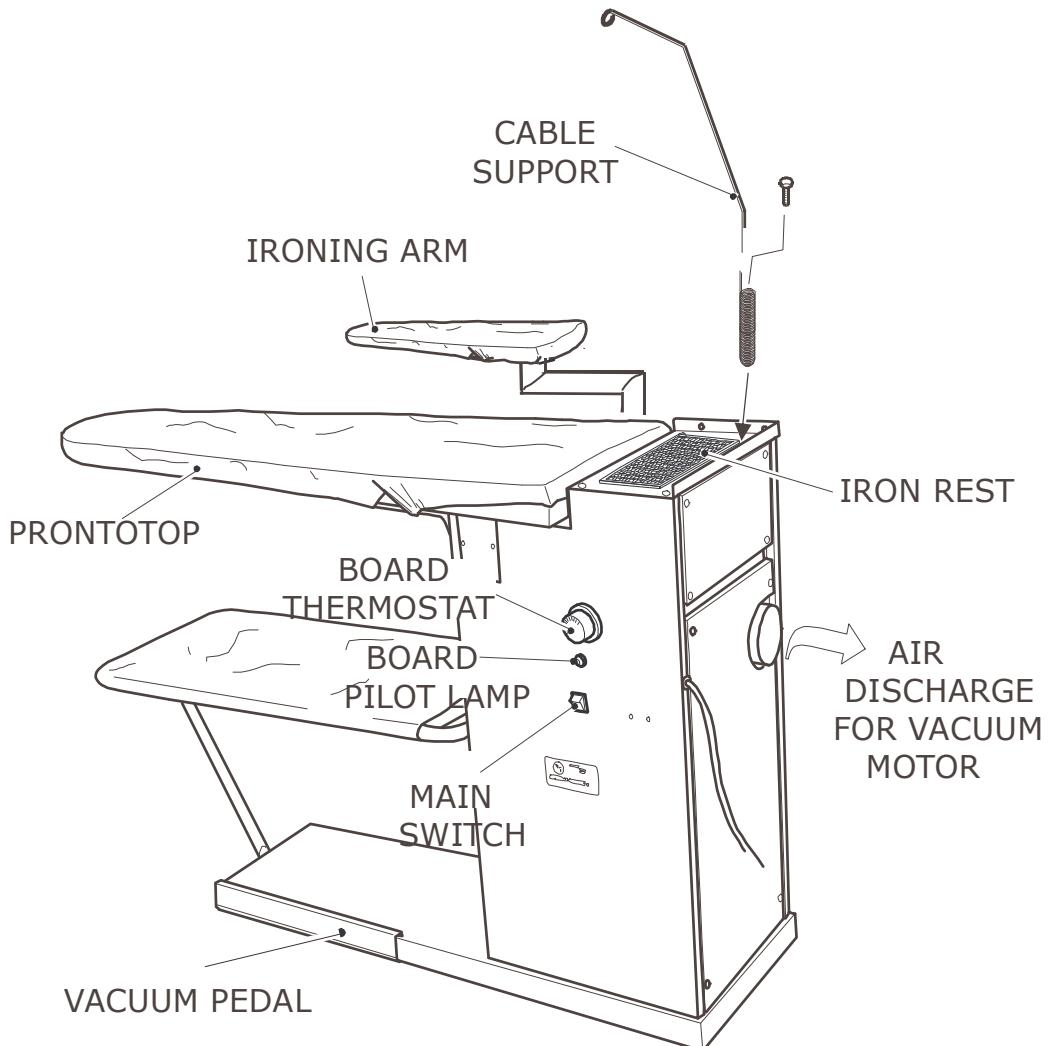

FIG. 1
2. Распакуйте глад. Стол мод. KS200 из картонной упаковки и закрепите стержни-держатели шлангов в специальное отверстие (рис. 1).
2. Включить кнопку выключателя (рис. 1), повернуть рукоятку термостата на 80/90° (рис. 1): когда сигнальная лампочка погаснет, стол готов к работе.
1. Гладить утюгом изделие для глажения (рис. 3), периодически нажимая на кнопку подачи пара на утюге и одновременно нажимать на педаль вытяжки воздуха из гладильного стола (рис. 1). Причем педаль включения вытяжки рекомендуется держать нажатой на несколько секунд дольше, чем кнопку подачи пара на утюге, что поможет быстрее высушивать изделие на гладильном столе. Для более качественного глажения советуем регулятор температуры утюга (рис. 2) устанавливать в конечную позицию “cotone”.
3. Во время глажения всегда ставьте утюг на специальный коврик на столе (рис. 1) Необходимо следить, чтобы паровой шланг и электропровод не перекручивались и не
Рекомендуем проводить замену чехла каждые 320 часов работы на нем, или максимум каждые 3 месяца. Во время этой операции стол должен быть холодным и выключен от сети (рис. 1: чехол). **Примечание:** Чехол можно стирать 1-2 раза.